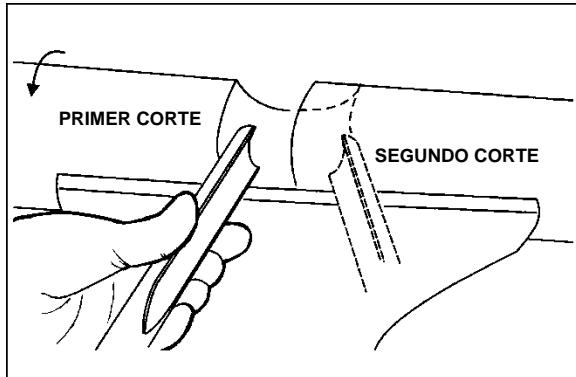

Figura 10-7: molduras cóncavas
1. Use una gubia de detallado. Con la acanaladura de la herramienta perpendicular a la pieza de trabajo, ponga en contacto la punta de la herramienta con la pieza de trabajo y gire hacia la parte inferior de la moldura cóncava. Vea la Figura 10-7. **Pare en la parte de abajo; tratar de ir hacia arriba del lado opuesto puede hacer que la herramienta se enganche.**